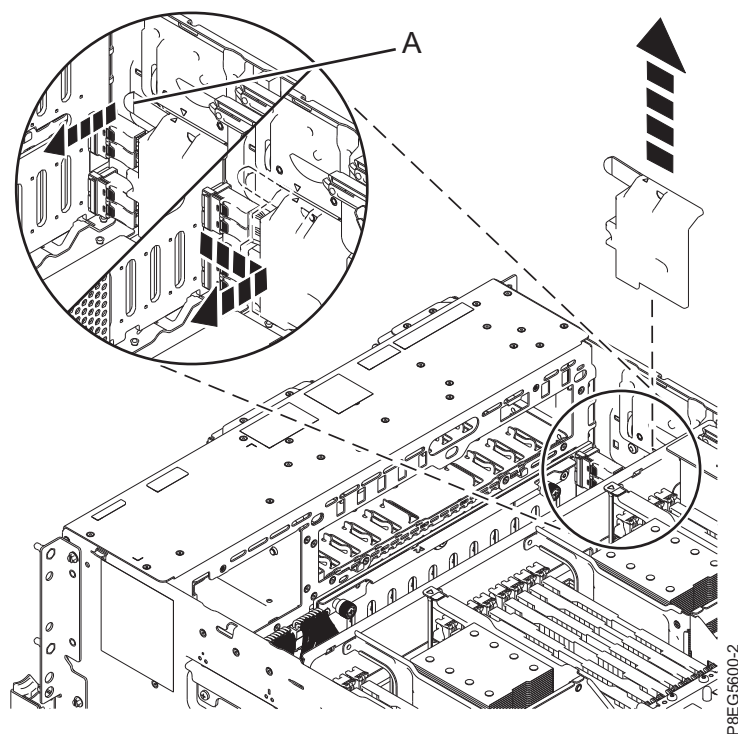

Figura 2. Removendo a tampa dos cabos SAS
3. Remova a tampa do cabo SAS frontal. Segure na alça **(A)** e puxe para fora da lateral do sistema; em seguida, deslize a tampa para trás para removê-la, conforme mostrado na Figura 2.